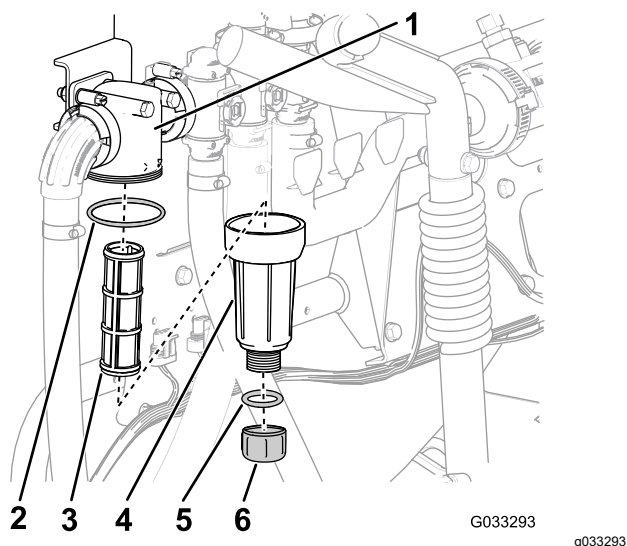

Figura 30
2. Alinhe um recipiente de escoamento debaixo do filtro de pressão (Figura 30).
3. Rode a tampa de drenagem no sentido contrário ao dos ponteiros do relógio e retire-a do recipiente do filtro de pressão (Figura 30).
4. Rode o recipiente no sentido contrário ao dos ponteiros do relógio e retire a cabeça do filtro (Figura 30).
5. Retire o elemento do filtro de pressão (Figura 30).
7. Verifique a junta do tampão de drenagem (localizado no interior do recipiente) e junta do recipiente (localizado no interior da cabeça do filtro) e veja se há danos e desgaste (Figura 30).
8. Instale o elemento do filtro de pressão na cabeça do filtro (Figura 30).
9. Instale o recipiente na cabeça do filtro apertando à mão (Figura 30).
10. Enrosque a tampa de drenagem na união na parte inferior do recipiente e aperte bem a tampa à mão (Figura 30).